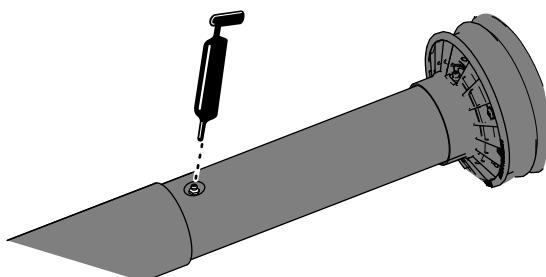

Bild 10
3. Ziehen Sie die Zapfwelle auseinander, um an den Schmiernippel in der Mitte der inneren Schutzabdeckung der Antriebswelle zu gelangen (Bild 10).
4. Schmieren Sie den Schmiernippel des ausziehbaren Antriebswellengelenks, wie in Bild 10 dargestellt.